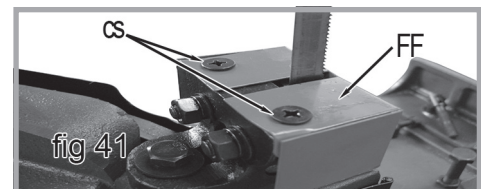

fig 41
12. Localisez le protège-lame inférieur (FF, fig 41) et les deux 2 vis M6 x12 à tête cruciformes (cs, fig 41)